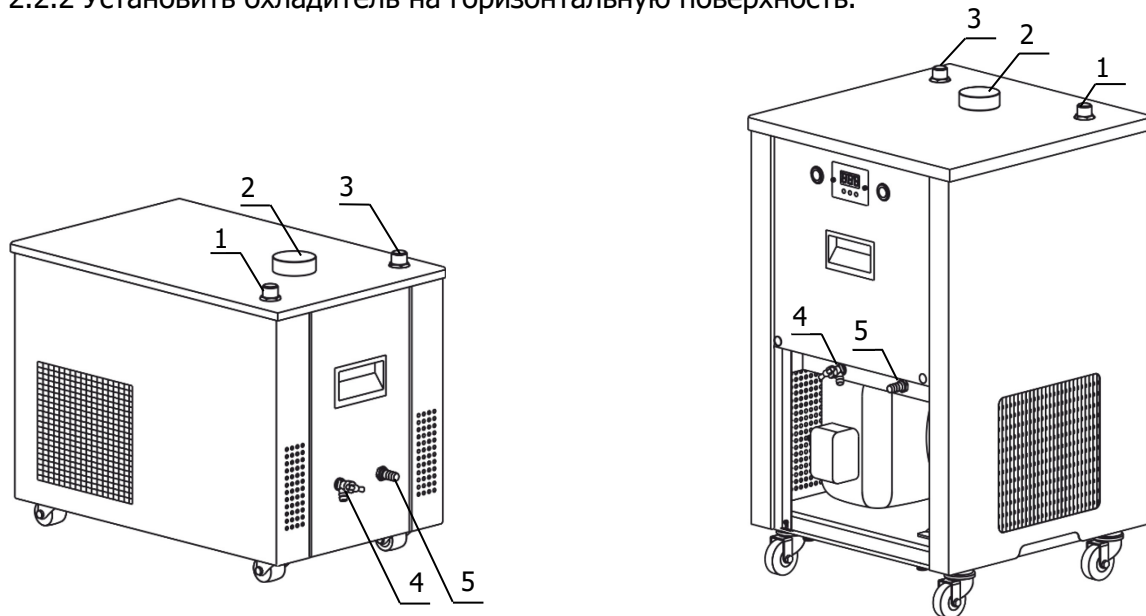

Рисунок 3 — Подключение охладителя
2.2.3 К переливному штуцеру 5 (рисунок 3) присоединить гибкий шланг, второй конец которого опустить в емкость для сбора излишков теплоносителя объемом 1.5–2 литра.
2.2.4 Открутить пробку 2 (рисунок 3) и заполнить ванну охладителя теплоносителем через заливное отверстие до момента начала слива теплоносителя из переливного штуцера 5.
2.7.2 Надеть сливной шланг из комплекта поставки на сливной кран 4 (рисунок 3). Свободный конец шланга опустить в емкость для сбора теплоносителя достаточного объема.